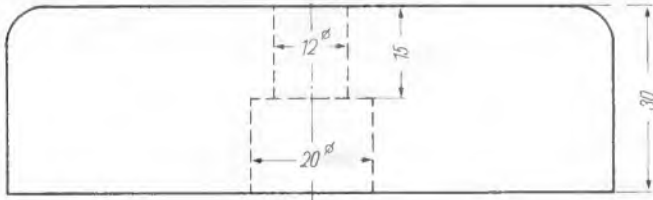

Bild 20. Tischstativ. Der Zapfen rechts ist in die Grundplatte einzupressen oder einzulöten
c) Fuß (Bild 20)
und zum Schluß der vordere Ring aufgeschraubt. Jetzt wird der Kopf auf der Flasche montiert und die Leitungen vom Verstärker werden angeschlossen. Nachdem die Rückwand der Kapsel aufgeschraubt ist, ist das Mikrofon aufnahmebereit. Das Stativ wurde aus Stahlrohr 25×3 mm, ähnlich wie ein Notenständer mit drei Beinen geschweißt. Um das Mikrofon auf dem Tisch verwenden zu können, ist ein Fuß nach Bild 20 zu bauen.